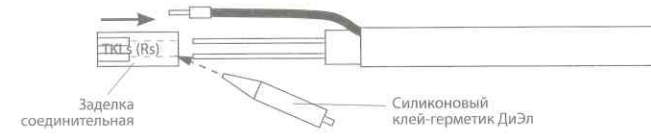

Рис. 5
5.1.5. Заполнить соединительную заделку силиконовым клеем-герметиком и надвинуть ее на токопроводящие жилы и изолированную матрицу нагревательной ленты до экранирующей оплетки (см. рис. 5).